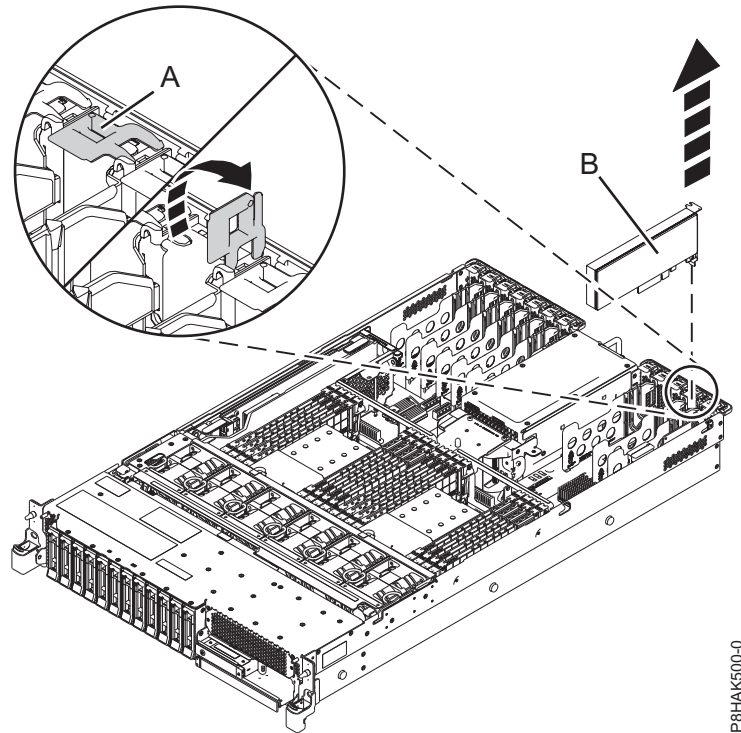

図 33. 5148-21L、5148-22L、 8247-21L、8247-22L、8284-21A、または 8284-22A システムからの PCIe アダプターの取り外し
2. ターゲット・スロットのアダプター・ラッチ **(A)** をオープン位置に設定するには、システムの背面にあるラッチ **(A)** を示されている方向に回転させます 59 ページの図 33
3. アダプター **(B)** の上端またはテール・ストックを注意して持ち、アダプターをスロットから取り外します (下図を参照)。 59 ページの図 33